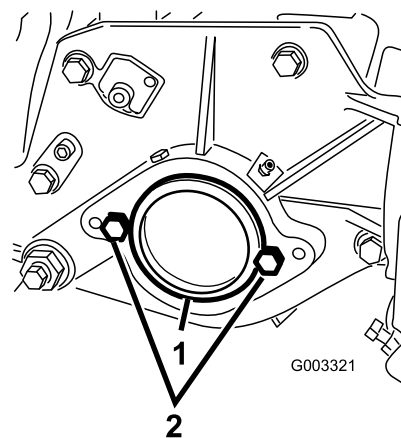

Bild 13
- Nehmen Sie rechts am Mähwerk den Plastikstöpsel vom Lagergehäuse ab (Bild 13).
- Nehmen Sie die zwei Kopfschrauben von der rechten Seitenplatte ab (Bild 13).
- Kopfschraube (2)
- Schrauben Sie die zwei Befestigungsschrauben für den Spindelmotor lose an der linken Seitenplatte der Schneideinheit fest (Bild 13).